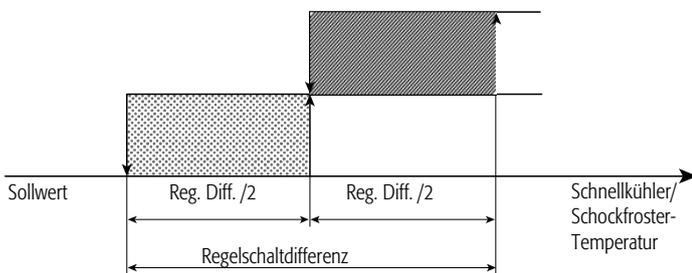

Fig. 4.4 Temperaturregelung mit zweiter Phase
- Wurde hingegen nicht der Parallelbetrieb gewählt, folgt die Temperaturregelung dem in Fig. 4.4 dargestellten Verlauf; die Schaltdifferenz für jede Phase beträgt die Hälfte der Regelschaltdifferenz, während der Sollwert für die zweite Phase gleich dem Regelsollwert plus der Hälfte der Regelschaltdifferenz ist.